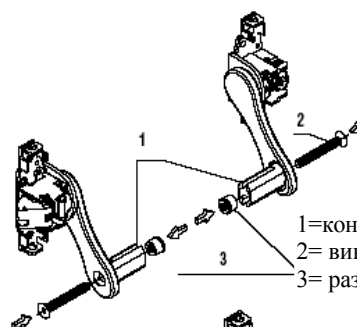

Рис. 12
- 10) Введите в специальные гнезда на основной и второстепенной зажимных планках развальцовочные гайки и винты М8 (входят в комплект) (рис. 12).